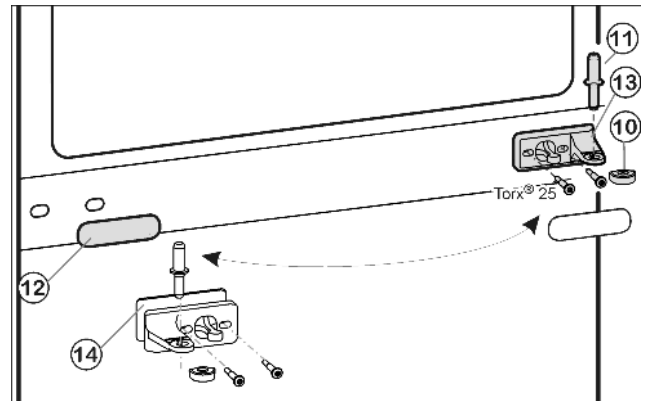

Fig. 9
- ▶ Estrarre il perno di supporto centrale Fig. 9 (11) dal blocco di supporto e dalla porta inferiore.
- ▶ Togliere il coperchio di plastica Fig. 9 (10).
- ▶ Svitare il blocco di supporto Fig. 9 (13) centrale (2 x Torx® 25).
- ▶ Facendo attenzione, togliere la copertura di sicurezza Fig. 9 (12).
- ▶ Avvitare il blocco di supporto centrale Fig. 9 (13) con spessore Fig. 9 (14) ruotato di 180° sul nuovo lato cerniera saldamente a 4 Nm.
- ▶ Innestare nuovamente la copertura Fig. 9 (12) ruotata di 180° sul nuovo lato impugnatura.
- ▶ Applicare nuovamente il coperchio di plastica Fig. 9 (10) sul blocco di supporto centrale Fig. 9 (13).
- ▶ Inserire il perno di supporto centrale Fig. 9 (11) sul nuovo lato cerniera attraverso il blocco di supporto centrale Fig. 9 (13) nella porta inferiore.